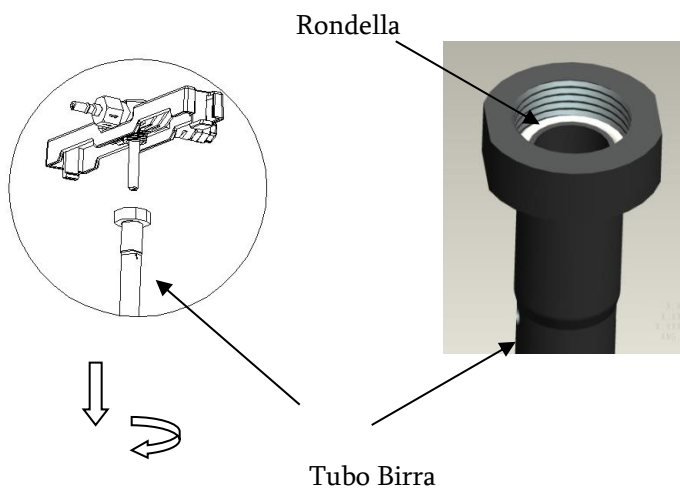

Figura 34
C. SOSTITUIRE IL LA RONDELLA DEL TUBO BIRRA (MCOME FIGURA 34)